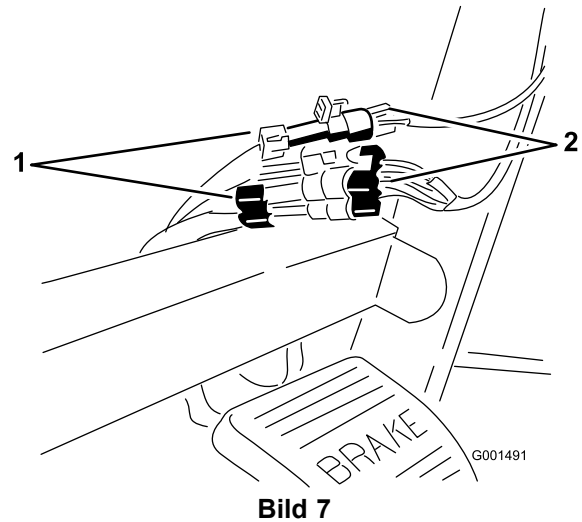

Bild 7
7. Schließen Sie die Spray Pro-Kabelanschlüsse an die Kabelanschlüsse unter dem Armaturenbrett an (Bild 7).